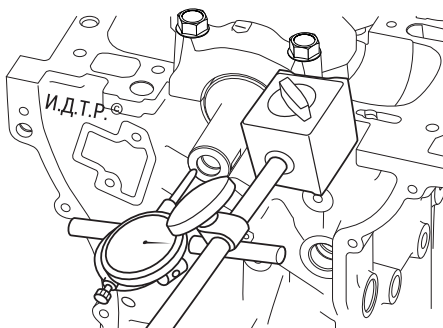

Рис. 5.19. Измерение осевого зазора коленчатого вала
21. Проверьте осевой зазор коленчатого вала (рис. 5.19), он должен составлять 0,05–0,25 мм. Предельно допустимый зазор 0,4 мм. Если зазор больше предельно допустимого значения, замените упорные полукольца коленчатого вала.